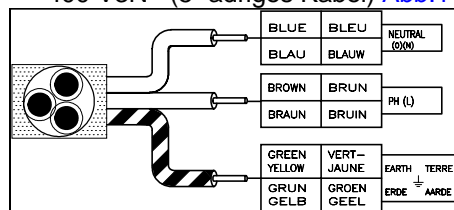

Abb.12
- 230 V~ (3- adriges Kabel) Abb.12